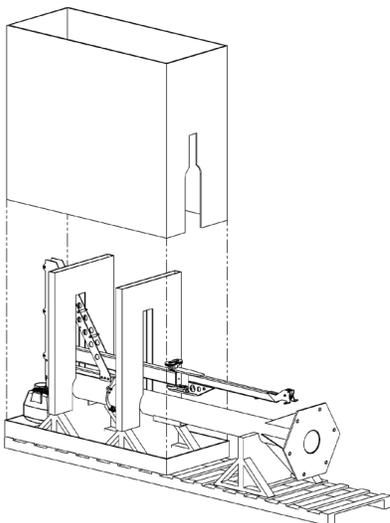

Abb. 2B. Entfernen der Verpackungshülle.
- 2.2 Entfernen Sie die Hülle der Verpackung (**Abb. 2B**).